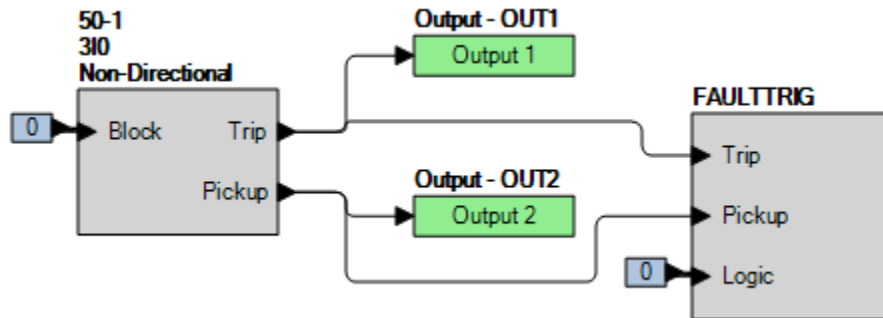

Figura 63-2. Ajustes de BESTlogicPlus (Modo 310)
Paso 2: Utilice BESTCOMSPPlus para configurar la Lógica programable de BESTlogicPlus, como se muestra en la Figura 63-2.
Paso 4: Prepárese para monitorear la operación de la función 50-1. El funcionamiento se puede verificar monitoreando OUT2 (consulte la Figura 63-2).